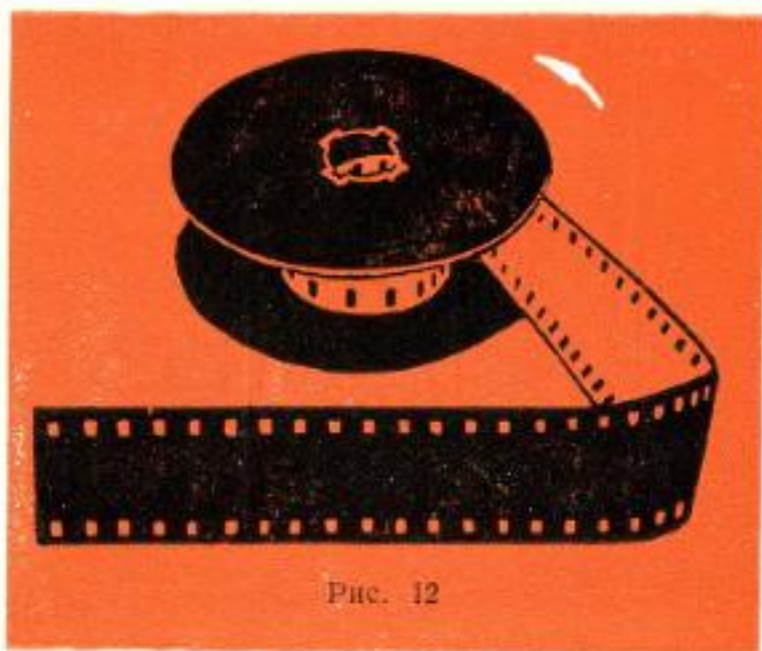

Рис. 12
2. Вставить конец пленки в шлиц бобины так, чтобы при вращении ее против часовой стрелки пленка наматывалась эмульсионным слоем к оси бобины (рис. 12).